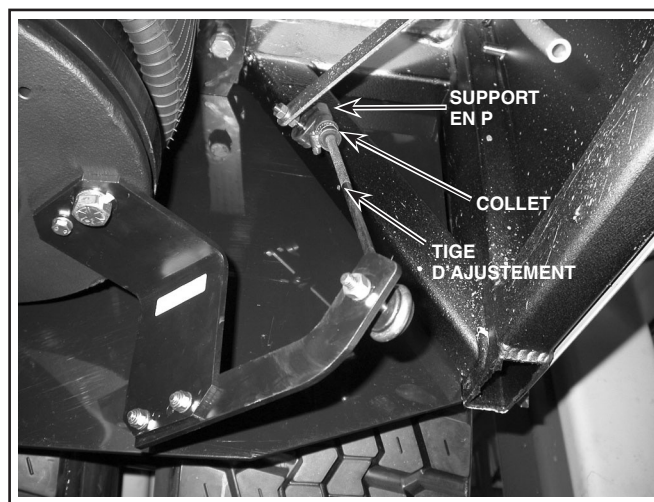

Figure 9 - Support en P
1. Desserrer le collet de chaque support en P. Voir Figure 9.